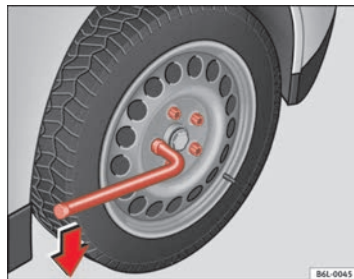

Fig. 124 Cambio di una ruota: allentare le viti della ruota
- Afferrare la chiave il più possibile verso l'estremità e ruotarla di circa un giro verso **sinistra** ⇒ fig. 124.